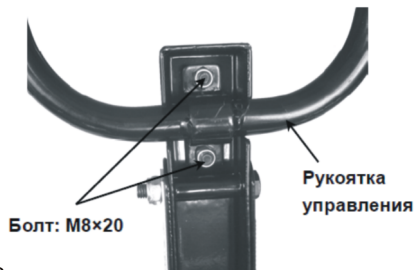

Рис. 10
8. Соедините рукоятку управления со стойкой с помощью двух болтов М8х20 (рис. 10);